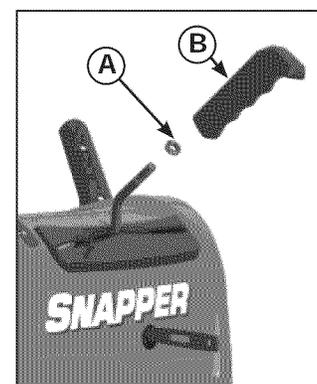

Figura 6. Instale la tuerca autoblocante
1. Instale la tuerca autoblocante delgada (A, Figura 6) en la varilla del dispositivo de rotación de la rampa. Instale el asa del control de rotación de la rampa (B) en la varilla del dispositivo de rotación de la rampa y gírela al menos 10 veces hacia la derecha.
2. Alinee el asa del control de rotación de la rampa de modo que quede de frente y utilice una llave de 9/16 de pulg. para apretar la tuerca autoblocante (A) en el asa del control de rotación de la rampa (B).